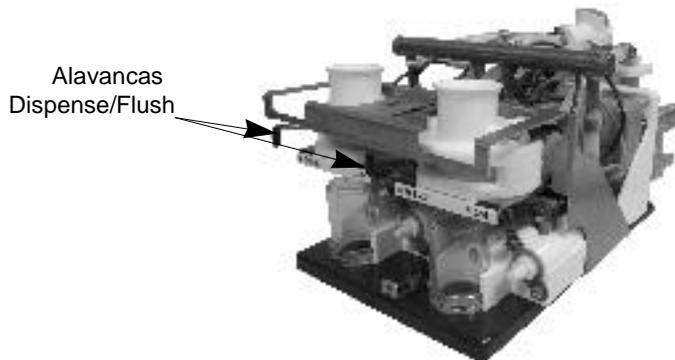

Figura 3. Localização da Alavanca Dispense/Flush
1. Abra a porta do gabinete e mude a alavanca da válvula da posição **Dispense** para **Flush**. Ver figura 3.